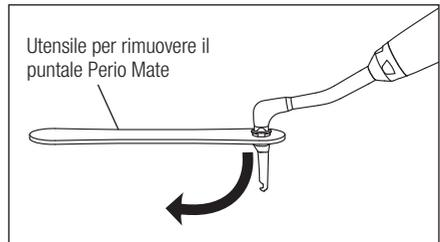

Fig. 7
- 5) Dopo il trattamento, rimuovere il beccuccio dal manipo utilizzando l'apposito strumento e procedere allo smaltimento. (Fig. 7)